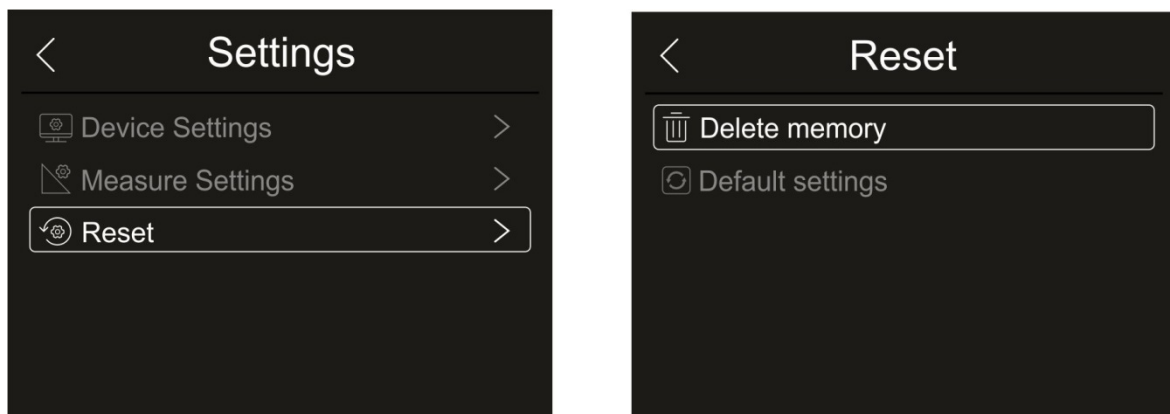

Fig. 28: Menu de réinitialisation de l'instrument
1. Appuyez sur l'élément «Reset». La page-écran de la Fig. 28 – partie droite s'affiche à l'écran. Appuyez sur l'élément «Delete memory». La page-écran de confirmation suivante s'affiche :